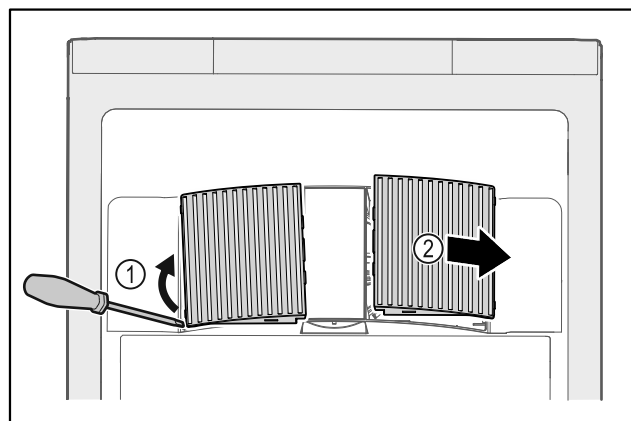

Fig. 58
- Ventilatorabdeckungen vorsichtig von der Seite heraushebeln Fig. 58 (1) und nach vorne abnehmen Fig. 58 (2).